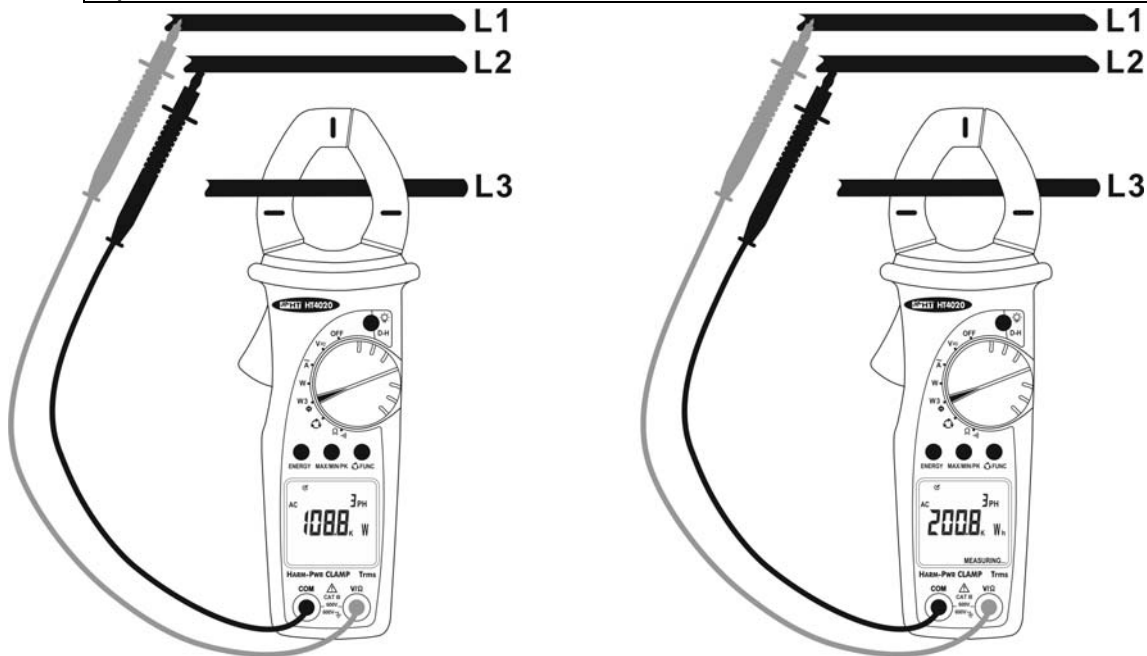

Fig. 12: Uso dello strumento per misure di potenza/energia in un sistema trifase equilibrato
2. Aprire il toroide ed inserire il cavo corrispondente alla fase L3 al centro del medesimo (vedere § 4.1.2 e Fig. 12)
4. Posizionare il puntale rosso sul conduttore corrispondente alla fase L1 ed il puntale nero sul conduttore corrispondente alla fase L2 (vedere Fig. 12). Il valore della potenza attiva è mostrato a display